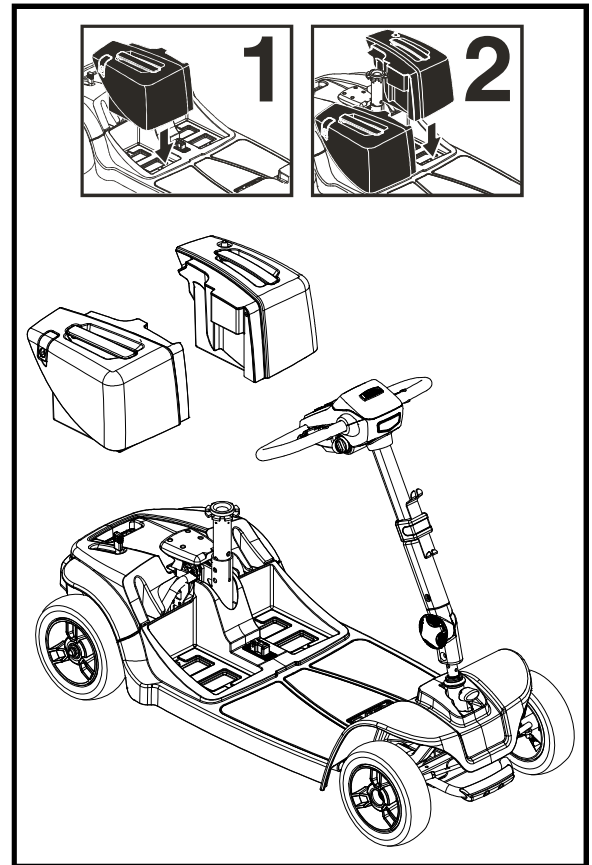

Figura 25 Scatola batteria Installazione dei modelli 66 e 67
12. Reinstallare le batterie sullo scooter e impegnare la batteria bloccaggio delle batterie. Rimontare sempre la batteria laterale destra pacco prima. **Vedere figura 25.**
La leva di rotazione del sedile, ubicata sulla destra della base del sedile, può essere usata per bloccare il sedile in diverse posizioni. Vedere figura 25.